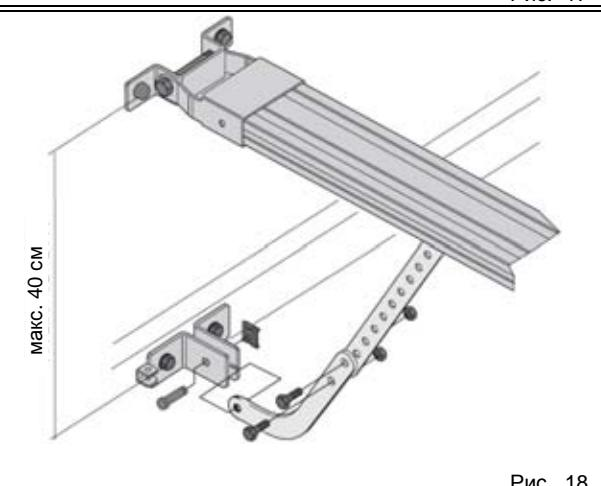

Рис. 18
- При использовании изогнутого рычага для секционных ворот (опция) следует использовать для монтажа прямой рычаг каретки, как показано на рис. 18. Чтобы повысить эффективность работы системы защиты от раздавливания, рекомендуется ставить крепление на секционные ворота как можно ниже, но на расстоянии не более 40 см от переднего крепления направляющего профиля.